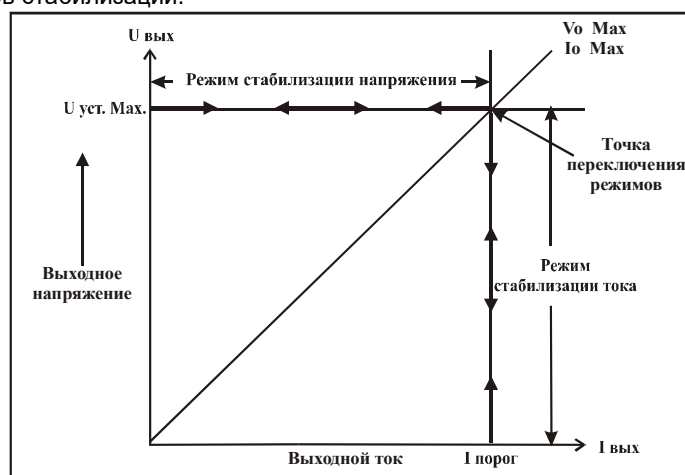

Рис. 2.1. Процесс переключения режимов стабилизации CV и CC
Рабочая вольтамперная характеристика источника питания данной серии называется ВАХ с автоматическим переключением режимов. Это означает, что при изменении сопротивления нагрузки автоматически происходит переключение из режима стабилизации напряжения (CV) в режим стабилизации тока (CC) и наоборот. Точка пересечения значений установленного предела по току ( $I_{\text{порог.}}$ ) и максимального значения выходного напряжения ( $U_{\text{уст. max}}$ ) называется точкой переключения режимов. На рис. 2.1 показана зависимость положения точки переключения от величины тока нагрузки. В моделях данной серии с инд «А» имеется возможность ручного принудительного задания приоритета одного из режимов стабилизации.